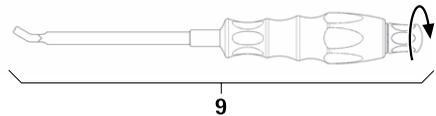

Abb. 14
- ▶ Stab-Einsetzinstrument 9 montieren, siehe Abb. 14.